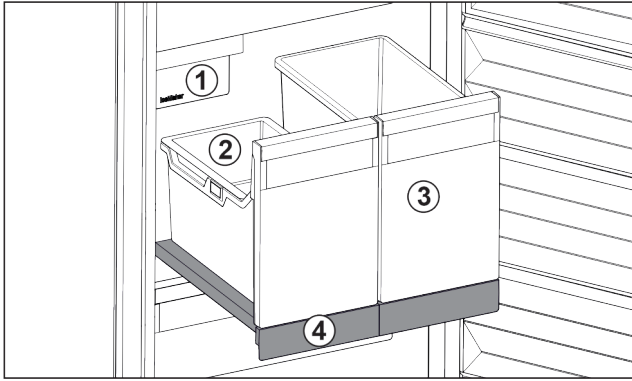

Fig. 21 Ripiano estraibile con IceTower
- (1) IceMaker
- (2) Vaschetta da agganciare per cubetti di ghiaccio
- (3) Contenitori ad es. per pizza, bevande alcoliche
- (4) Ripiano estraibile
Sul ripiano estraibile ci sono due contenitori alti (IceTower). I cubetti di ghiaccio dall'IceMaker vengono raccolti e conservati nel contenitore Fig. 21 (2). Il contenitore Fig. 21 (3) è adatto per conservare alimenti alti come pizze o bevande alcoliche.